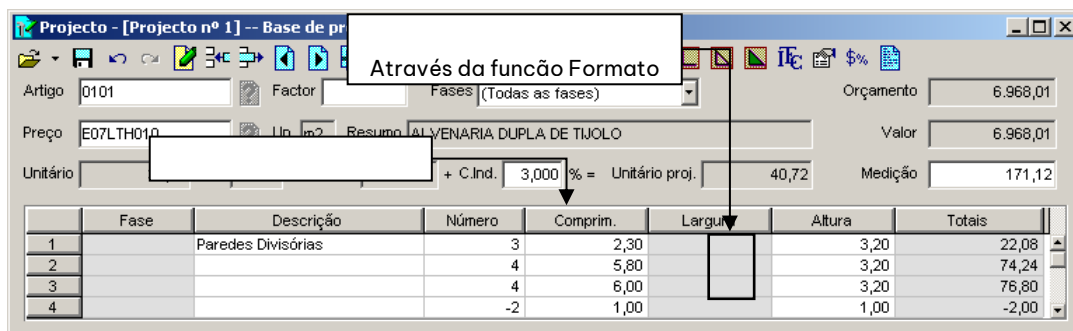

Figura 53. Exemplo de introdução de uma medição desactivando a coluna Largura e estabelecendo constantes para a Altura
- Introduzimos a medição da Figura 53.